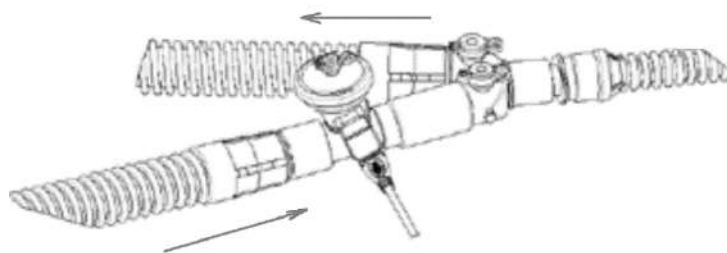

Рисунок 4.17 – Подключение микропомпового небулайзера ко взрослому или детскому дыхательному контуру
1) Со взрослым или детским дыхательным контуром применять генератор типа А (из комплекта поставки небулайзера), подключать в патрубков вдоха перед тройником пациента (рисунок 4.17).